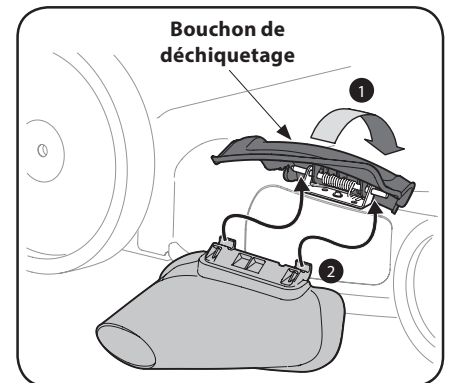

Figure 3-5
1. Soulevez le bouchon de déchiquetage qui se trouve sur le côté de la tondeuse. Voir Figure 3-5.